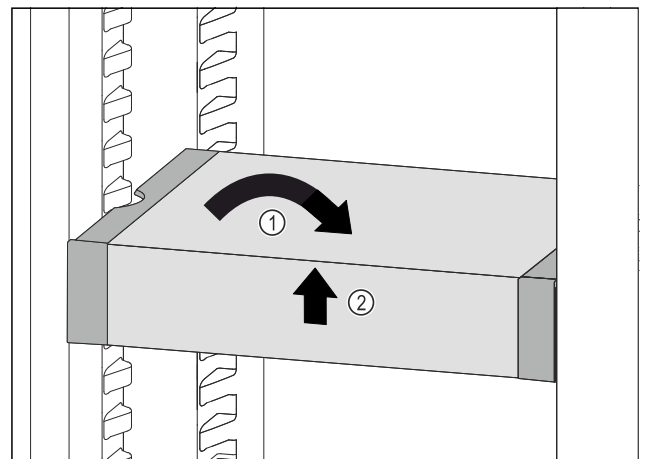

Fig. 90
- ▶ VarioSafe postavte rovně. Fig. 90 (1)
- ▶ VarioSafe vpředu zvedněte. Fig. 90 (2)